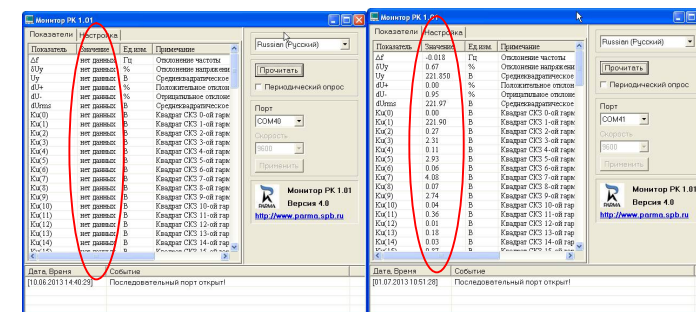

Рисунок 16
4.2.7 В окне «Настройки» должно отобразиться дата, текущее время регистратора, заводской номер и номер COM порта, а в окне «Показатели», перечень измеряемых параметров, рисунок 16.
раметров электрической энергии, в окне «Показатели» нажать на кнопку прочесть, должны измениться данные в столбце Значения, рисунок 16